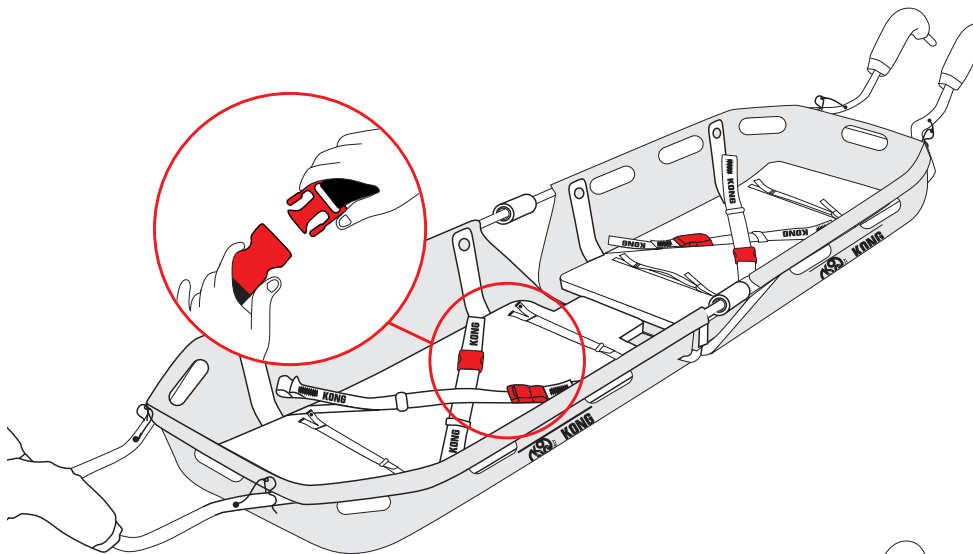

Fig.12
- sganciare le fibbie ed aprire le fettucce di bloccaggio (fig. 12),